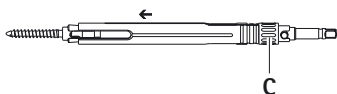

Fig. 5
- Pousser la douille extérieure **A** en direction de la vis pédiculaire et bloquer la vis pédiculaire avec la vis de blocage **C** dans la douille de blocage **2**, voir Fig. 5.